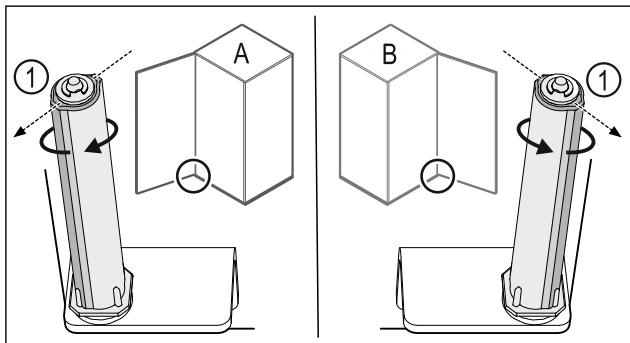

Fig. 40 Okretanje nalijevo (**A**) / okretanje nadesno (**B**)
- Okrećite sustav zatvaranja do kraja dok lamela sustava zatvaranja Fig. 40 (1) ne bude usmjerena prema van.